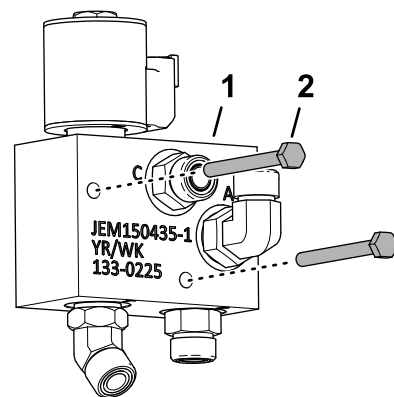

Bild 15
- Montieren Sie die beiden Schrauben (1/4" x 2½") durch das Gehäuse des Niedrigflussventils, wie in Bild 15 dargestellt.